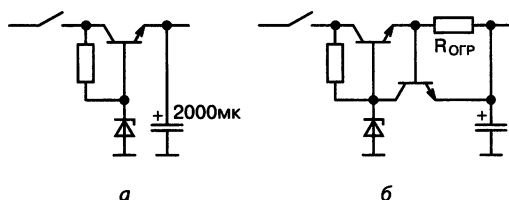

Рис. 10.14. Бросок зарядного тока может повредить транзистор (а); применим ограничитель тока короткого замыкания (б)
**Случай 5.** Похожий пример: в стабилизаторе напряжения (рис. 10.14, а) возможно повреждение транзистора импульсом тока, заряжающего выходной конденсатор. Простейший ограничитель тока (рис. 10.14, б) защитит от импульсной перегрузки не только регулирующий транзистор, но и источник питания, он сработает также и при случайном коротком замыкании нагрузки. Предельный выходной ток в такой схеме: